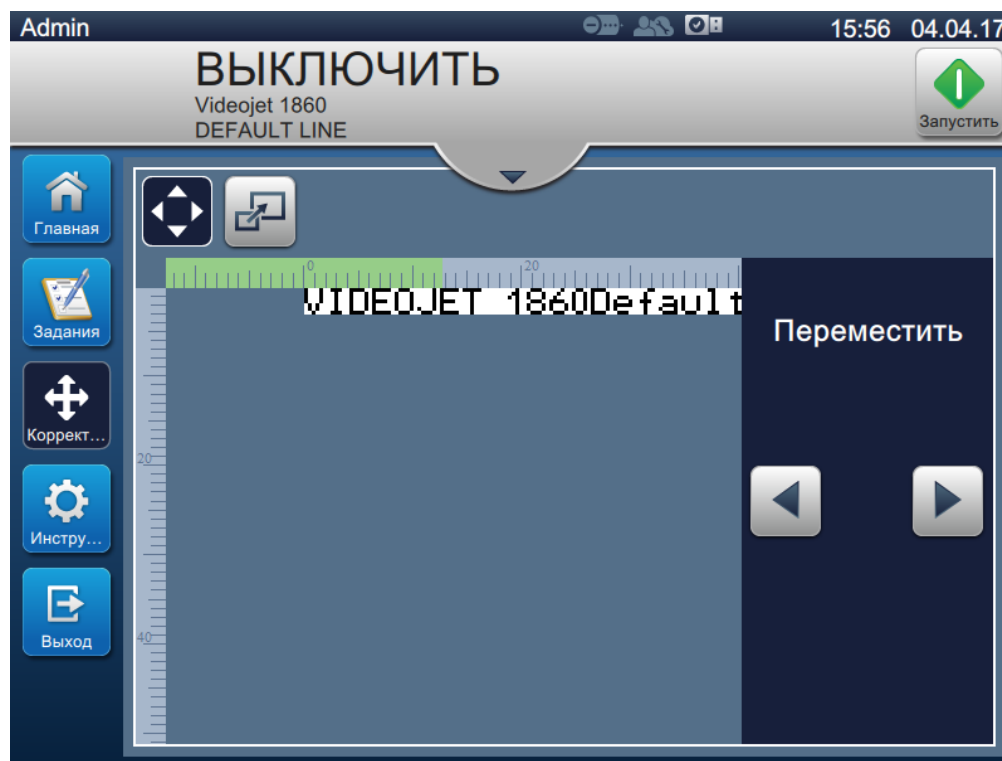

Рис. 4-9. Настройка положения
1. Коснитесь кнопки , чтобы отобразить разделитель текущего положения, как показано на Рис. 4-9.